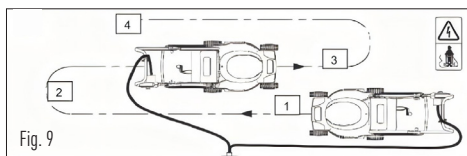

Fig. 9
### Corte da Relva (Fig. 9)
(1) Coloque a maior parte do cabo elétrico junto ao ponto de partida.
(2) Ligue o cortador conforme descrito acima.
(3) Proceda conforme ilustrado na Fig. 9: